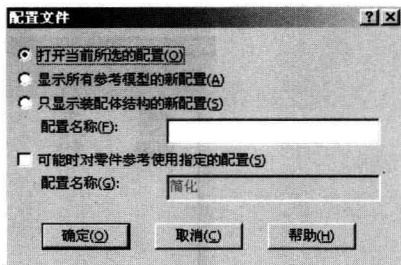

图 1-11 “配置文件”对话框
③ 在“打开”对话框中,可以浏览并选择该类型文件的文档。
④ 在“打开”对话框中,还可以选择的选项如下。
- 高级。在“打开”对话框中的“配置”内选择“高级”,打开所选零件时,系统将打开“配置文件”对话框(仅限装配体),如图 1-11 所示。